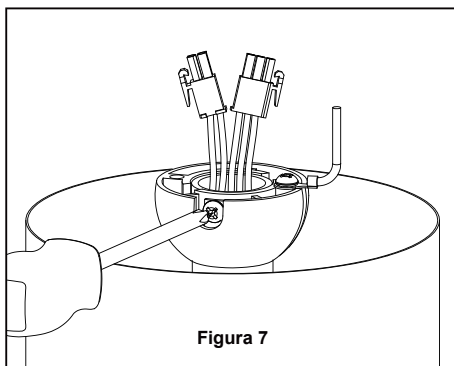

Figura 7
7. Vuelva a colocar la semiesfera en el barral como se indica a continuación. Pase los cables a través de la semiesfera. Pase el pasador a través de los dos orificios en el barral y alinee la semiesfera de modo que el pasador quede atrapado en la ranura de la parte superior de la misma. Empuje la semiesfera hacia arriba, bien ajustada contra el pasador. Ajuste firmemente el tornillo de fijación en la semiesfera. Si el tornillo de fijación está flojo, podría provocar oscilación del ventilador. (Figura 7)